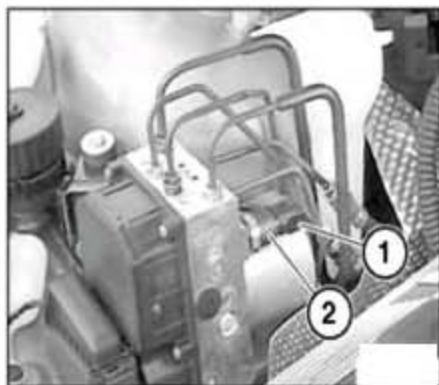

图 2-6 DSC 液压泵及控制单元
- C). 由于 DSC 电脑与液压总成（图 2-6）可单独更换，所以直接更换 DSC 电脑，并用宝马专用仪器 GT1 进行了编程，故障排除。